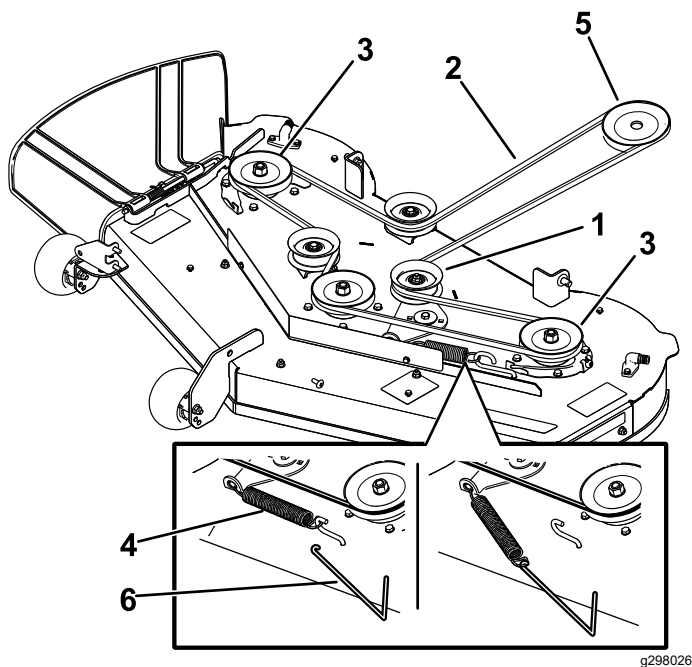

Figura 55
6. Pase la correa nueva alrededor de las poleas del motor y del cortacésped (Figura 55).
7. Con una herramienta para la retirada de muelles (pieza Toro n.º 92-5771), instale el muelle tensor sobre el gancho de la carcasa y tense la polea tensora y la correa del cortacésped (Figura 55).